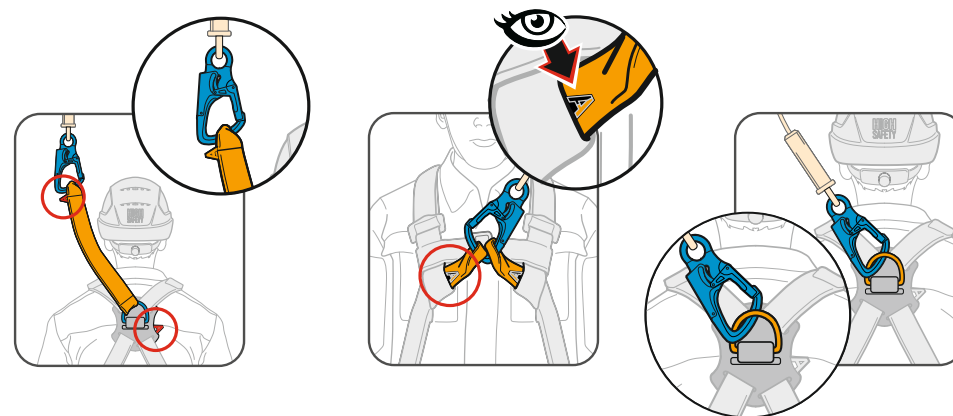

Рис. 10 Соединение СЗВТ KLĚŇ с точками крепления на привязи.
5. Присоединить СЗВТ карабином класса В к одной из анкерных проушин на головной части треноги. Затем соединить СЗВТ карабином класса Т с точкой крепления на привязи с маркировкой «А» (буква «А» должна быть полностью закрашена) (**рис. 10**) (например, D-образное кольцо на спине).
8. Присоединить СЗВТ карабином класса В к одной из анкерных проушин на головной части треноги. А затем соединить СЗВТ карабином класса Т с точкой крепления на привязи спасателя № 1 с маркировкой «А» (буква «А» должна быть полностью закрашена) (рис. 10) (например, D-образное кольцо на спине).